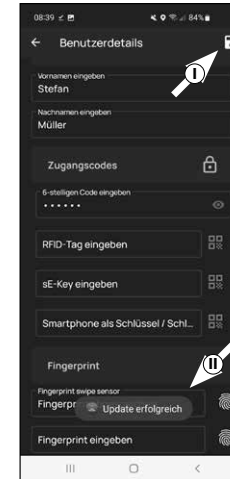

Abb. 14
- Zurück im Benutzermenü, tippen Sie oben rechts auf Speichern (I) (Abb. 14). Es erscheint eine Infobox mit „Update erfolgreich“ zur Bestätigung (II) (Abb. 14).